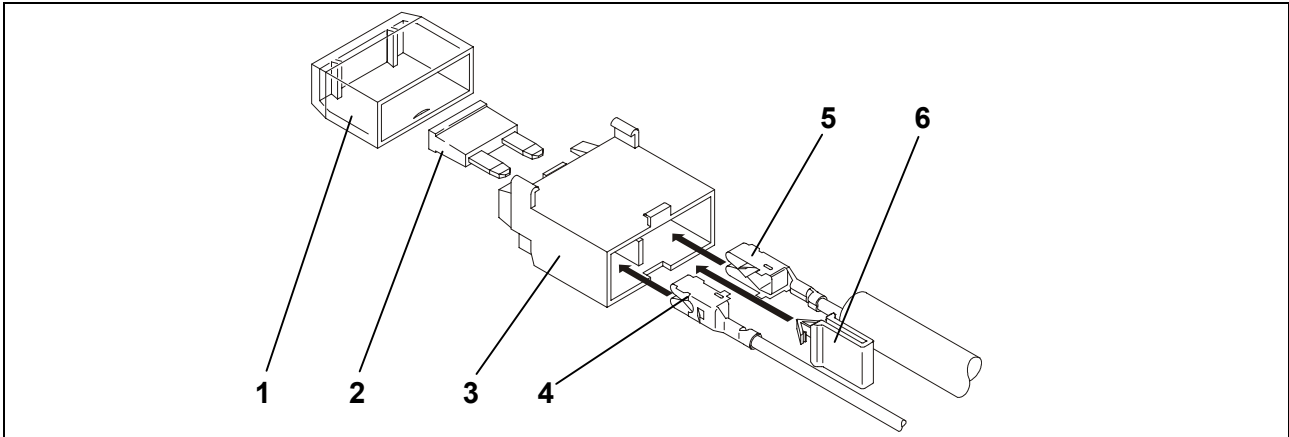

Fig. 1: Montage zekeringshouder
10. De vlakke insteekbus van de rode kabel (Fig. 1/5) uit de kabelbundel en de bijliggende rode enkelvoudige leiding (Fig. 1/4) in de zekeringshouder (Fig. 1/3) inklikken.
11. De gele clip (Fig. 1/6) plaatsen.
12. Zekering (Fig. 1/2) plaatsen en afscherming (Fig. 1/1) opsteken.